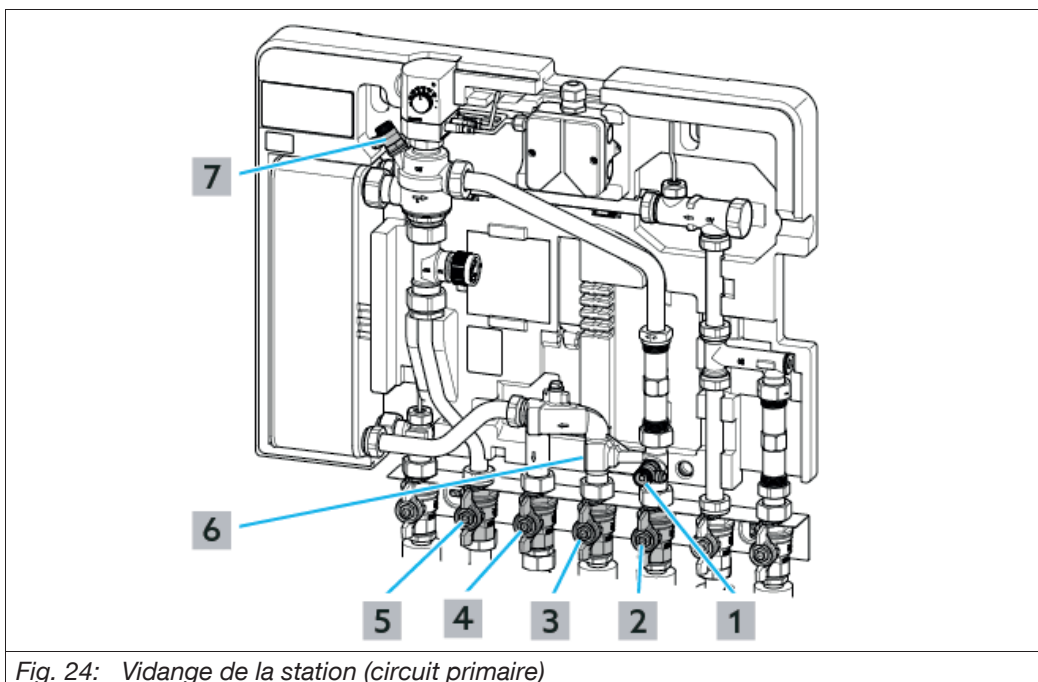

Fig. 24: Vidange de la station (circuit primaire)
6. Visser le robinet (4) du thermostat à consigne de température réglable dans le raccordement de la conduite.
7. Placer la bague indice (2) sur le robinet de manière à ce que l'indice (3) soit bien visible de face.
8. Aligner le capuchon (1) de manière à ce que l'indice pointe vers 35 °C et placer le capuchon sur le robinet.
9. Ouvrir lentement les robinets à tournant sphérique sur le retour primaire ((2) sur la Fig. 24 en page 42) et l'aller primaire ((3) sur la Fig. 24 en page 42).
11. Ouvrir un peu le robinet de purge ((7) sur la Fig. 24 en page 42).